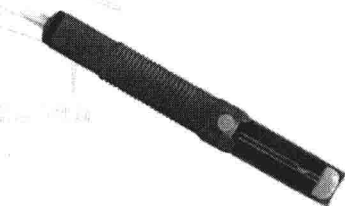

图 1-12 手动吸锡器
吸锡器是一种修理电子产品时常用的工具, 在拆卸焊盘电子元件时, 用于吸收掉熔化的焊锡, 常用的手动吸锡器如图 1-12 所示。吸锡器使用时一般按以下步骤: ①先把吸锡器活塞向下压至卡住; ②用电烙铁加热焊点至焊料熔化; ③移开电烙铁的同时, 迅速把吸锡器嘴贴上焊点, 并按动吸锡器按钮; ④一次吸不干净, 可重复操作多次。